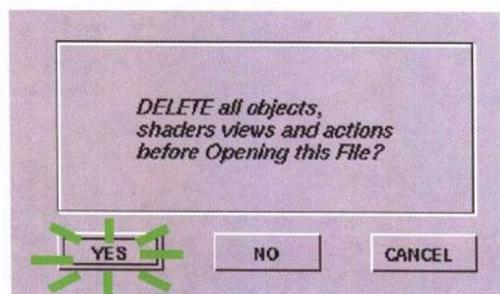

图 1-9
(6) 如果你已经准备好在 Studio Tools 的环境里工作, 将会弹出一个对话框, 问你是否要删除所有的对象、材质、视图和操作, 单击 YES 按钮, 如图 1-9 所示。